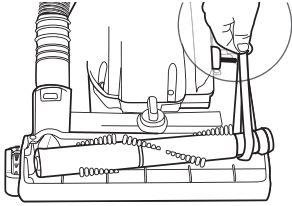

FIG. 24
- Step 4:** Lift right end of brushroll (the belt end) (FIG. 24).
- Paso 4:** Levante el extremo derecho del cepillo circular (extremo de la correa) (FIG. 24).